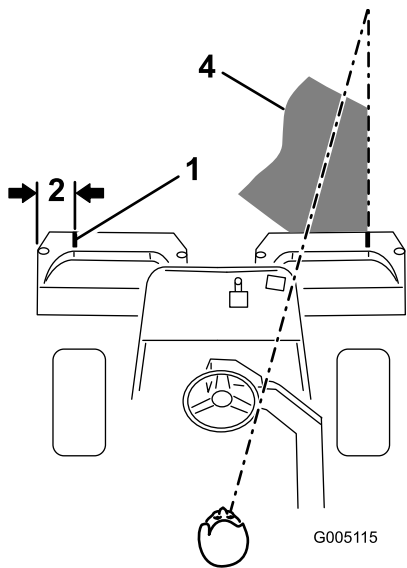
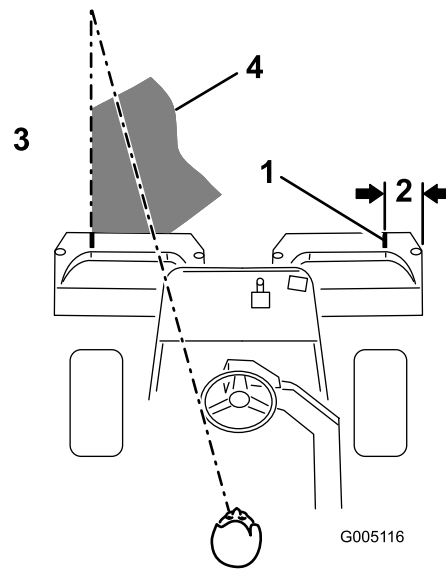

图30
图31
2. 在每个斗的外沿并行粘一个白色胶带或画一条线 (图 30)。
3. 掉头回来的下一道、请与前一道保持最小的交叠量。为了保持以直线方式穿过果岭并使得机器与此前剪草的边缘保持相等距离请在机器前到果岭未剪部分的边缘虚构一条长约 1.83m 的视线图 30 和 图 31。有人发现、将方向盘的外缘看作视线的一部分非常有用即让方向盘边缘对准与机器前面始终保持等距的某个点图 30 和 图 31。